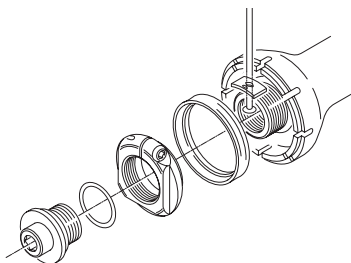

Fig. 49
- 2) Inserite il raggio e la piastrina nell'apposita sede sul lato del mozzo facendo attenzione che il lato con la tacca sulla faccia convessa della piastrina rimanga rivolto verso l'esterno del mozzo (Fig. 49).
2) Fit the spoke and the plate in the special seat on the side of the hub, making sure that the side with the notch on the convex face of the plate faces outwards from the hub (Fig. 49).
2) Die Speiche und das Plättchen in den vorgesehenen Sitz auf der Seite der Nabe einsetzen und darauf achten, daß die konvexe und mit einer Kerbe versehene Seite des Plättchens von der Nabe nach außen hin gerichtet ist (Abb. 49).
2) Introduisez le rayon et la plaquette dans le logement prévu à cet effet sur le côté du moyeu en veillant à ce que le côté avec l'encoche sur la surface convexe de la plaquette reste tourné vers l'extérieur du moyeu (Fig. 49).
- 2) Meter el radio y la placa en el asiento correspondiente en el lado del buje, prestando atención a que el lado con la ranura en la cara convexa de la placa quede hacia el exterior del buje (Fig. 49).
- 2 - Bevestig de spaak en het plaatje in de uitsparing van de naaf. Overtuig uzelf ervan dat de uitsparing naar de buitenkant van de naaf wijst (fig. 49).